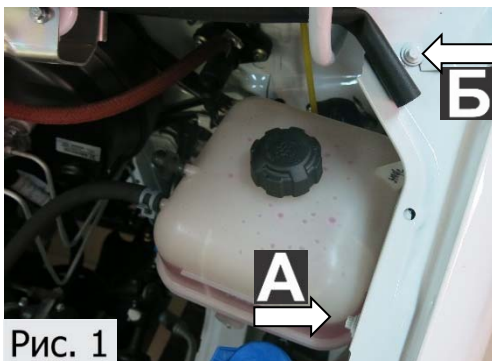

Рис. 1
1. Открутить штатные болты **А**, **Б** крепления крыла торцевой головкой №8 (рис.1).